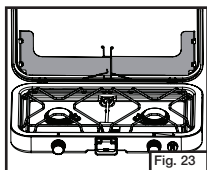

Fig. 23
- Placez le support de casserole sur la table de cuisson et pliez les pare-vents en position de rangement comme indiqué à la fig. 23.